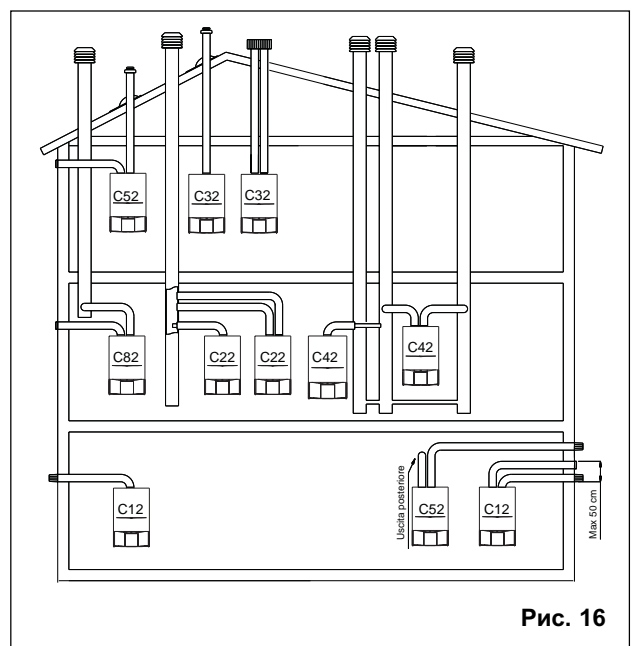

Рис. 16
**Варианты конфигураций дымоудаления (рис. 16)**